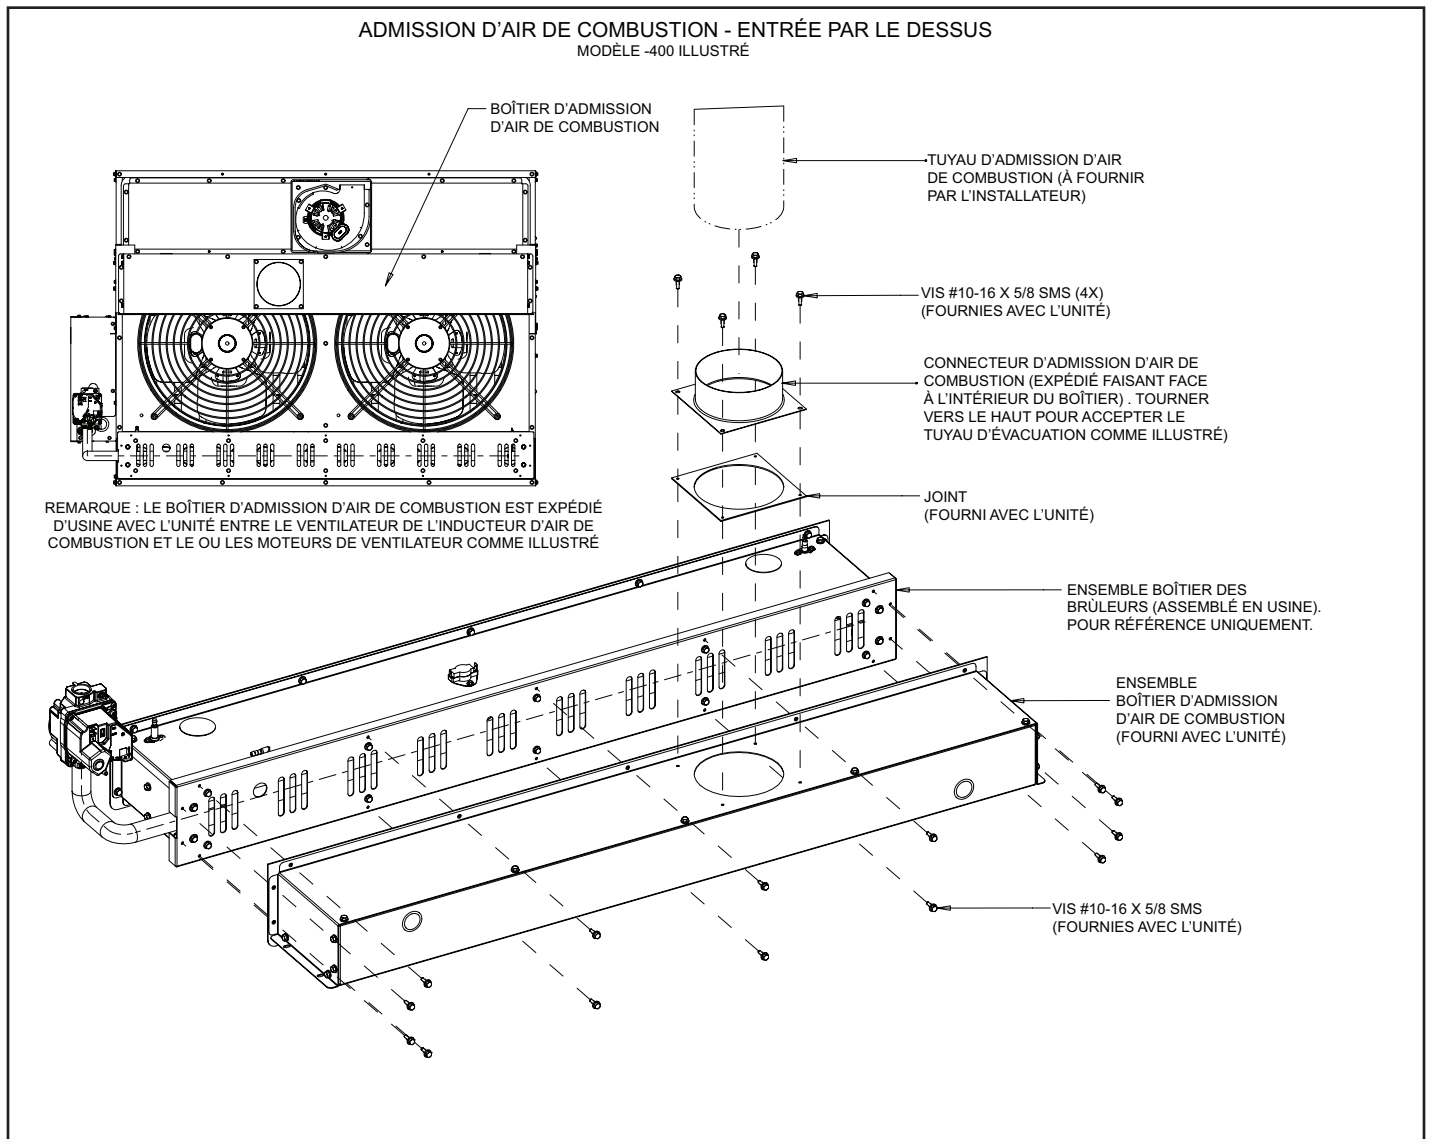
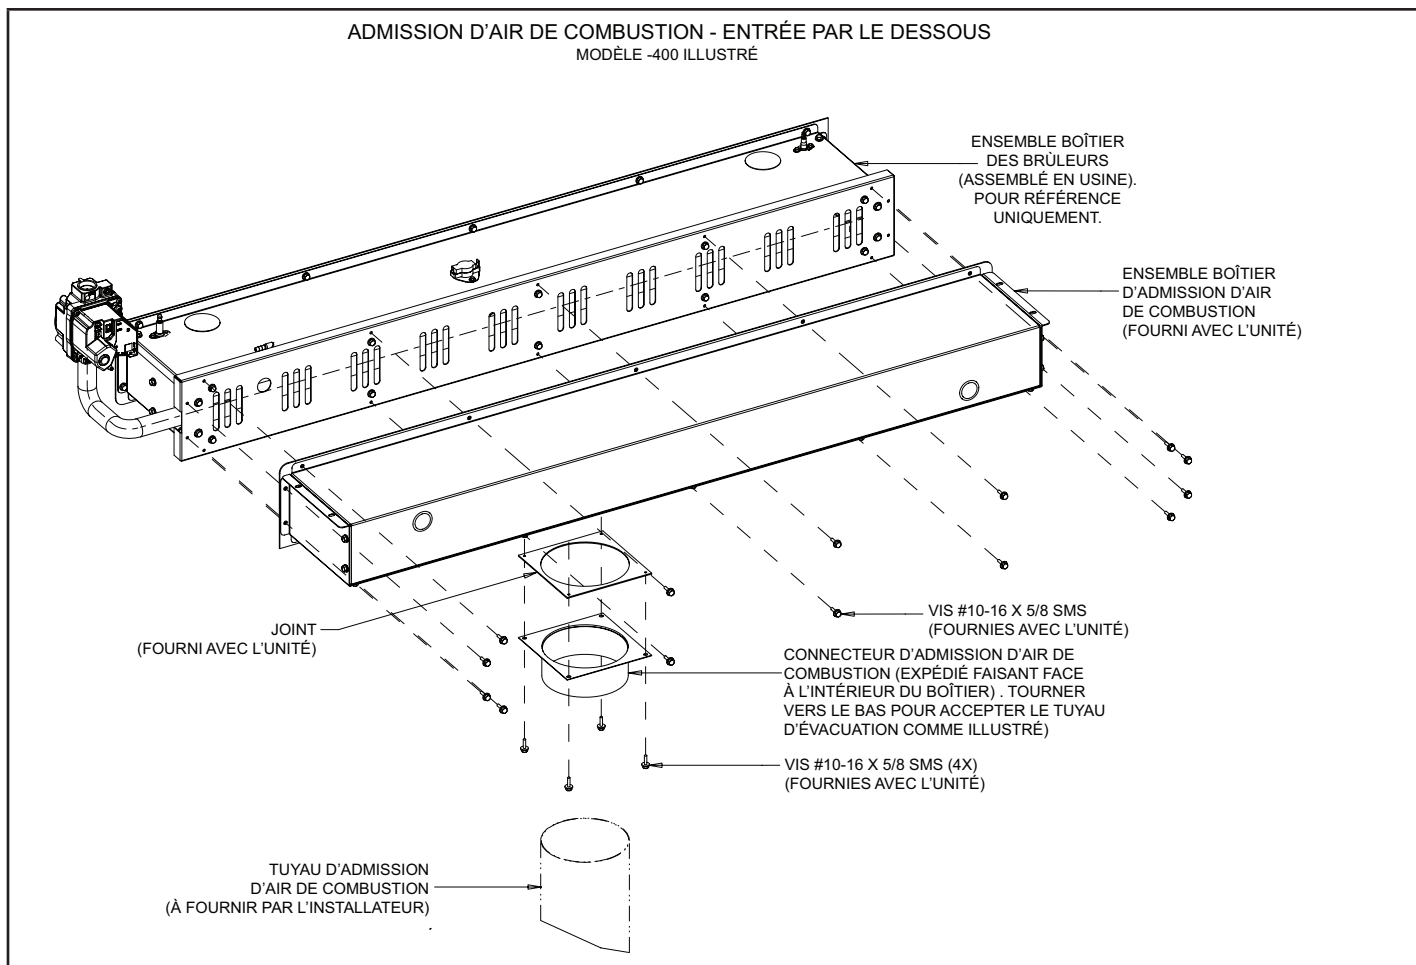

FIGURE 3
FIGURE 4
- 9 - Installer le boîtier d'admission d'air de combustion. Voir la Figure 3 pour l'admission par le dessus et la Figure 4 pour l'admission par le dessous.